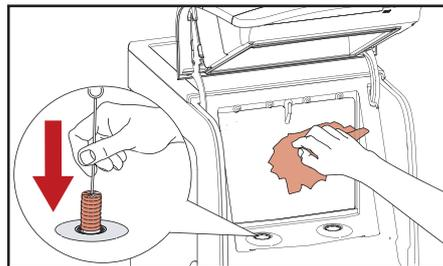

图 5.9 - 清洁冷冻箱
- 用刷子清洗剂量管插孔, 用干净的湿布清洁至冷藏内部 (图.5.9)。用干净的布擦干。